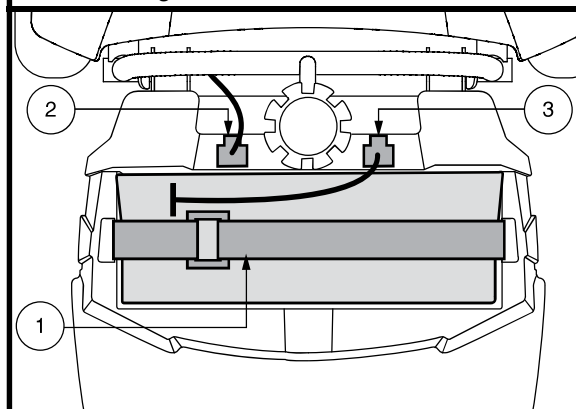

Figura 22. Fascetta di fissaggio delle batterie
1. Scollegare il cavo della batteria e rimuovere il pacco batteria dal miniscooter. **Vedere figura 22.**
2. Scollegare le cinghie della batteria e la fascetta difissaggio, quindi rimuovere la batteria dal miniscooter. **Vedere figura 22.**